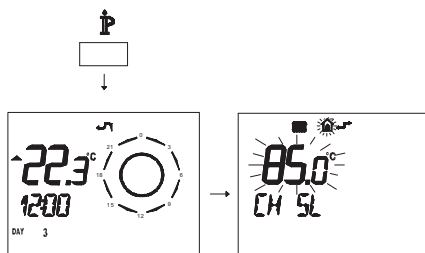

Рисунок 5.24
- Нажмите и удерживайте 3 секунды кнопку , чтобы войти в режим **INFO** (Рисунок 5.24).